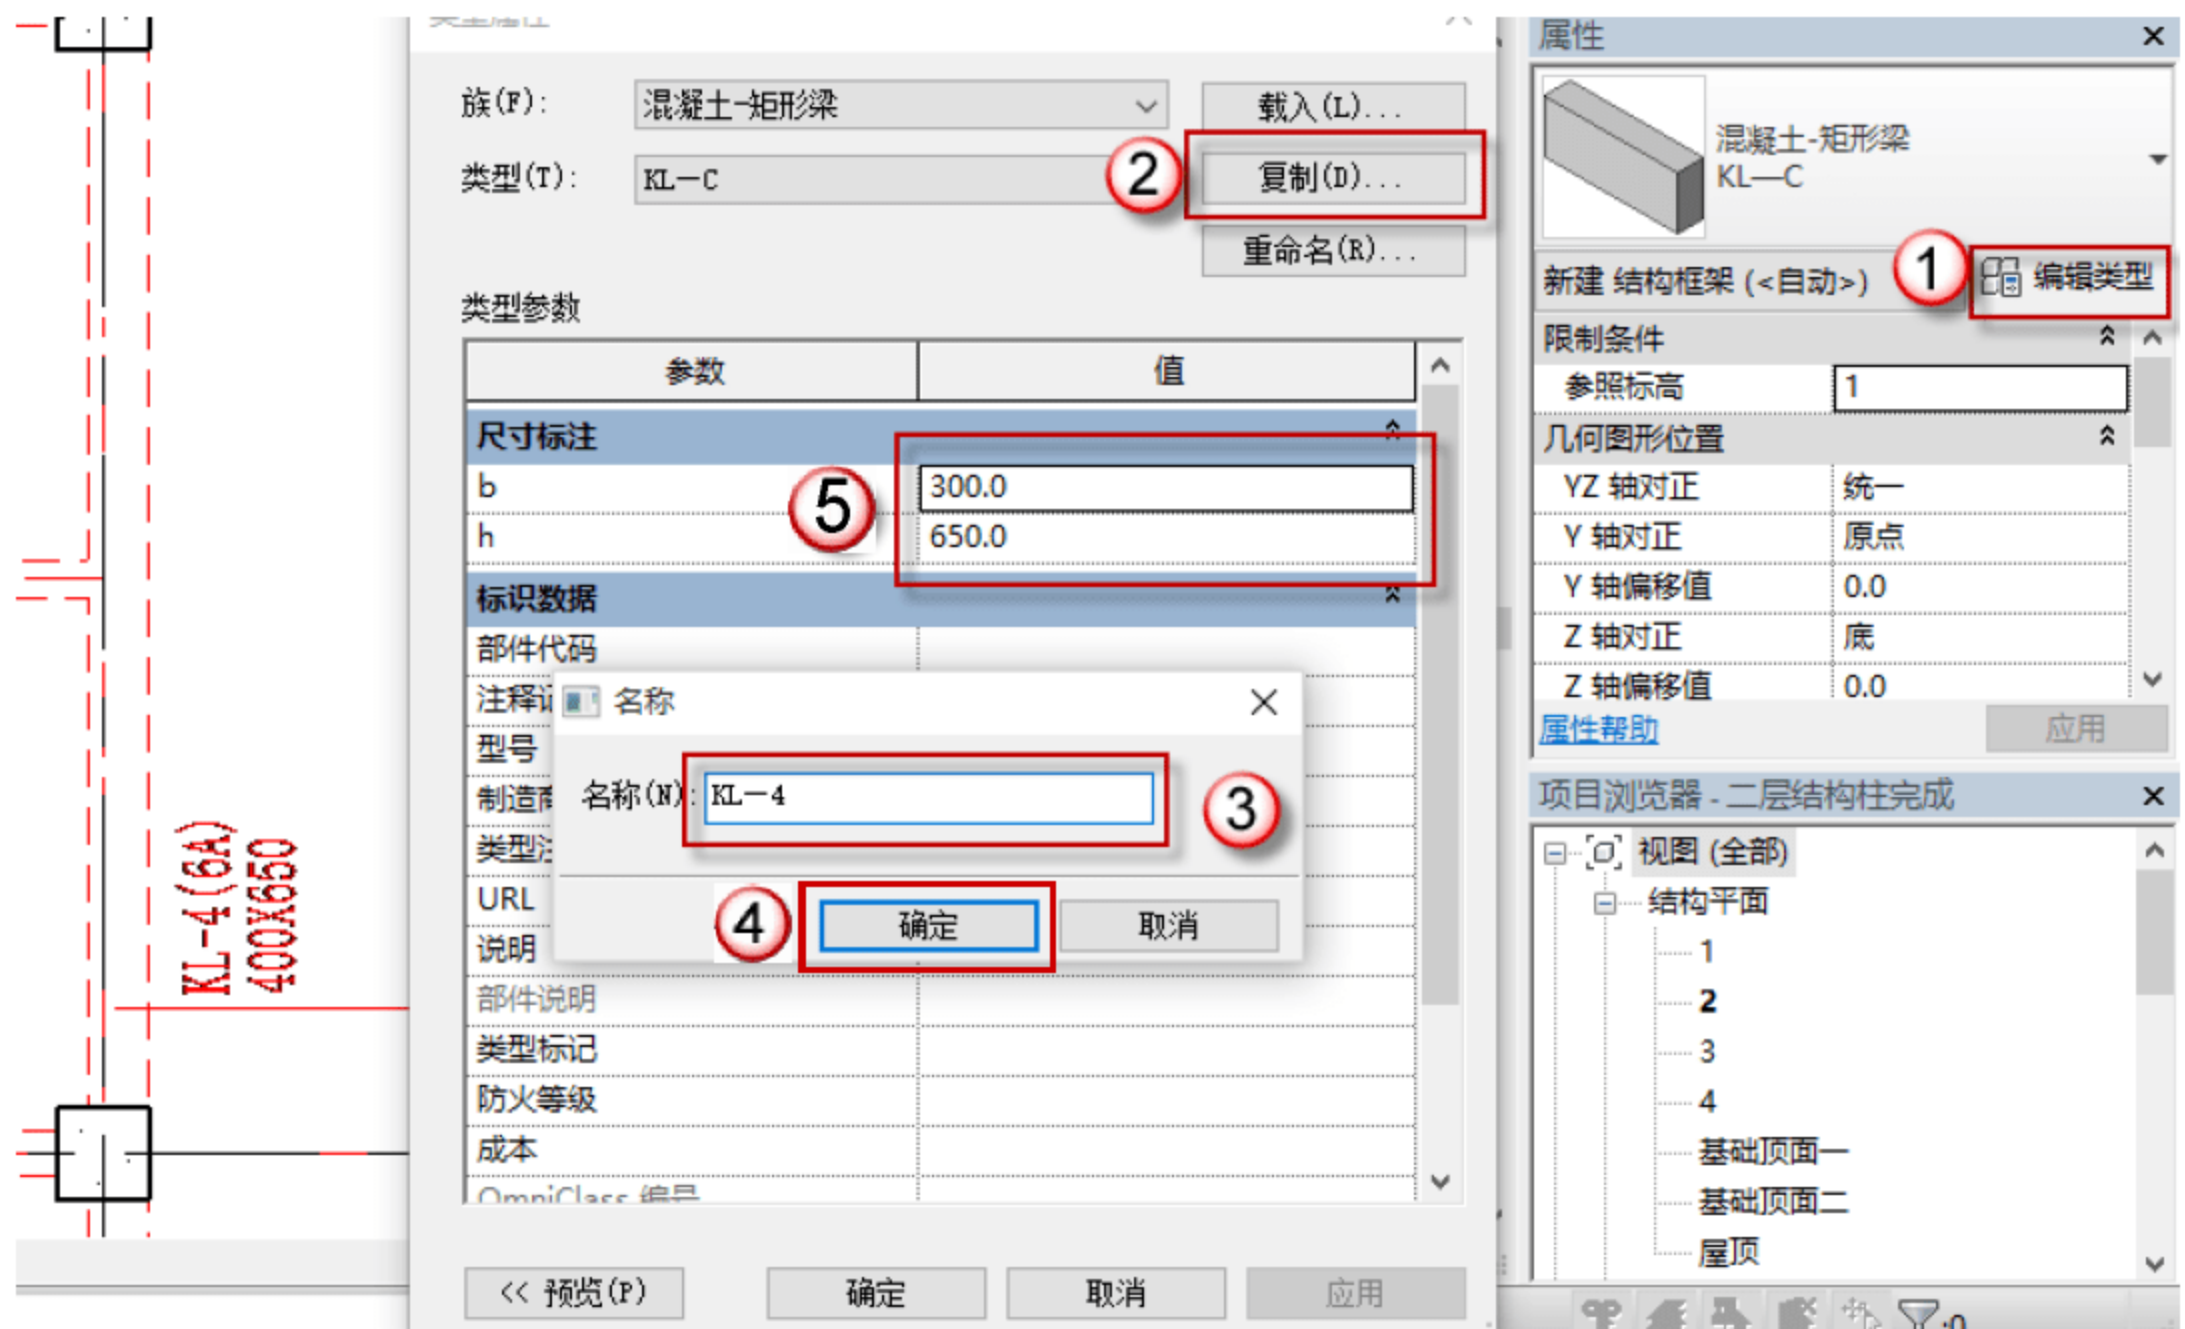

图 4.2.36 设置 KL-4 参数
- (11) 设置矩形梁 KL-4 参数，按快捷键 B+M，出现绘制的界面，单击“编辑类型”按钮，在弹出的对话框中单击“复制”按钮，再在弹出的对话框中命名新的族 KL-4，单击“确定”按钮。在“尺寸标注”栏设置参数，如图 4.2.36 所示。